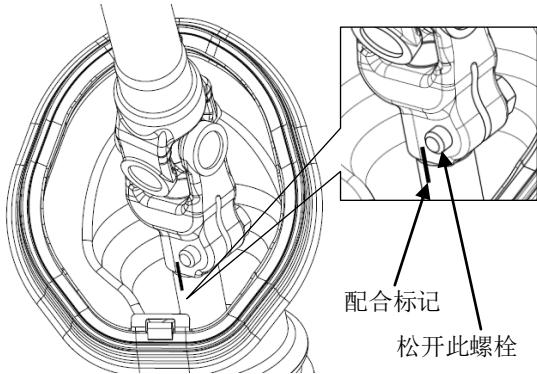

图 4-21
①在中间轴下端与转向器输入轴配合处做好配合标记，如图 4-21 所示。
②此时可以套上转向盘转动，使螺栓处于方